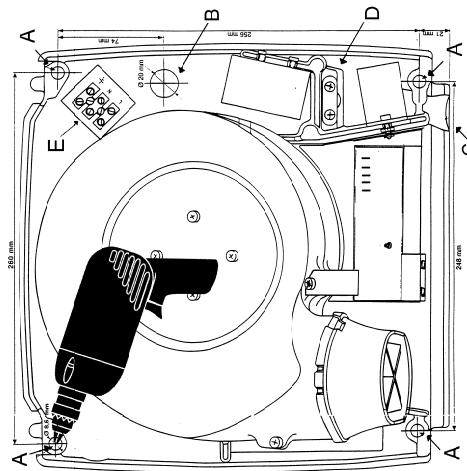

Fig. 1
- ❶ Befestigung der Bohrschablone (Fig. 1) in Waage an der Wand mit Selbstklebeband.
- ❷ Zeichnung durchbohren im Zentrum der Markierungen "A" (4 Löcher). Bohrlochgröße passend für Dübel für 8 mm Schrauben.
- ❸ Dübel in Bohrlöcher versenken und die Montageplatte mittels 8 mm Schrauben gut befestigen.
- ❷ Zeichnung durchbohren im Zentrum der Markierungen "A" (4 Löcher).
- ❸ Die Montageplatte mittels 8 mm Schrauben an der relevanten Fläche gut befestigen. Für Gipswände entsprechende Dübel verwenden.
- ❶ Bei direktem Elektroanschluss mit Unterputzplatte erfolgt Kabelführung durch das Loch "B" (Fig. 1) in der Montageplatte mit Anschluss an der Anschlussklemme "E". Anschluss mit 3 Adern mit Querschnitt von min. 1,5 mm² pro Leitung, empfohlene Länge 150 mm (7 mm abisoliert).
- ❷ Wenn der Anschluss wie unter Pkt.❶ beschrieben nicht möglich ist: Bei der festen Installation vom Unterbrecherkontakt im Wандbereich das lockere isolierte Kabel weiterführen durch den Entlastungsbügel "D", der danach wieder fest anzuschräben ist, und an der Klemme "E" anschließen. Anwendung von max. 1,5 m langen, 3-adrigen Kabeln mit Erdleitung, Querschnitt pro Leitung min. 1,5 mm². Vor Befestigung des Gehäuses an der Montageplatte ist die kleine Aussparung im Boden des Gehäuses mit einer Zange und einer Feile zu entfernen, damit das kleine Loch von allen Graten und scharfen Kanten frei ist.